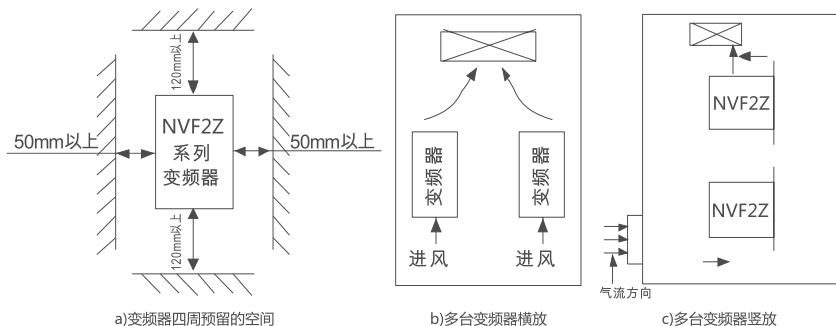

图 2.1 变频器安装图
- 7) 请将变频器安装在不可燃表面上（例如：金属、墙壁等），同时，为了使热量易于散发，应在其周围留有足够的空间（如图 2.1 所示）。